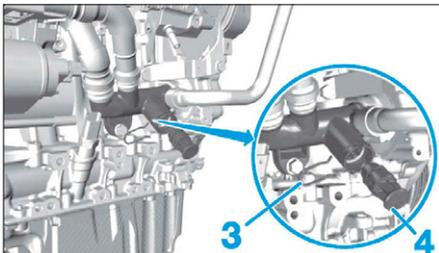

FIG. 24
- Déposer l'agrafe de maintien (3) puis le bouchon de vidange (4) du bloc moteur (Fig.24).